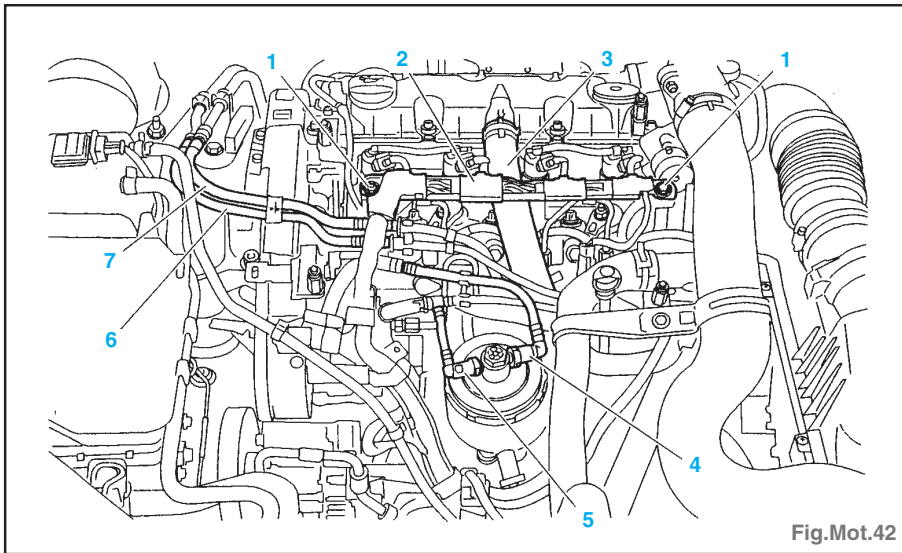
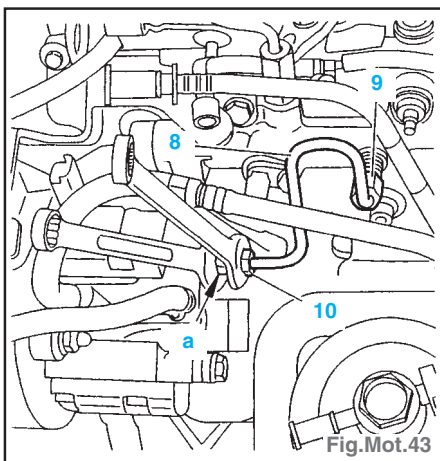

Fig.Mot.42
Fig.Mot.43
- Déposer (Fig.Mot.42) :
- les fixations (1),
- écarter la barrette (2), désaccoupler et écarter la durit (3) de réaspiration,
- Appliquer un contre-couple en «a» et desserrer le raccord (10) et (9), déposer le tube (8) et les tubes injecteurs (Fig.Mot.43).